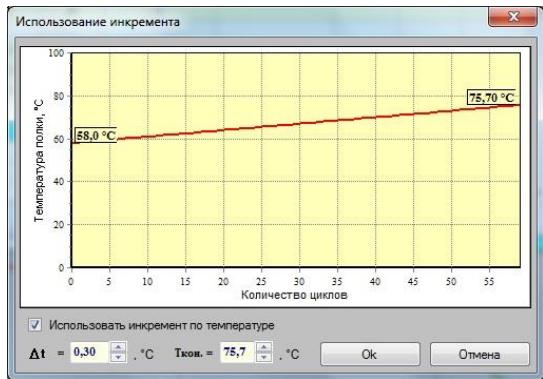

Рис.42 Инермент по температуре для блока «Цикл»
2. В соответствующей строке таблицы с программой амплификации с помощью кнопки открыть окно Использование инкремента (Рис.42) для редактирования инкремента по температуре.